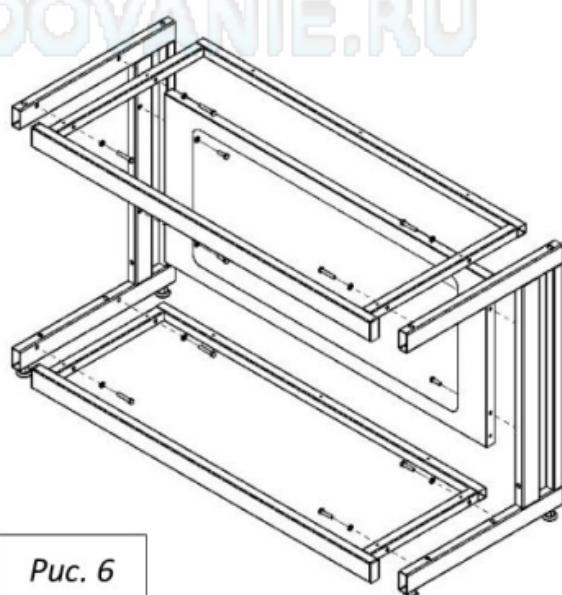

Рис. 6
7. Если предполагается установка высоких тумб, установите раму для высоких тумб, используя болты M8x45, шайбы 8 и предусмотренные в боковинах заклёпки-гайки M8 (Рис. 6)